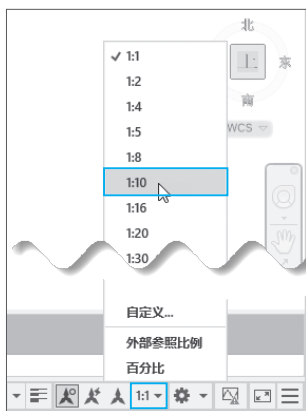

图 1-26
**步骤 01** 在状态栏中单击“当前视图的注释比例”按钮 ，在打开的列表中选择所需的比例即可，如图1-26所示。